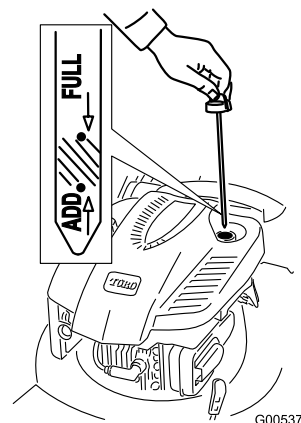

Figura 6
1. Togliete l'asta di livello (Figura 6).
2. Versate **lentamente** l'olio nel tubo di riempimento finché non raggiunge il segno di pieno sull'asta (Figura 6). **Non riempite troppo.** (Riempimento massimo: 0,59 litri, tipo: olio detergente SAE 30W)
1. Togliete l'asta di misurazione del livello dell'olio, asciugatela ed inseritela a fondo nel foro (Figura 6).
2. Rimuovete l'asta e controllate il livello dell'olio (Figura 6). Se il livello dell'olio è inferiore alla tacca Add sull'asta, versate **lentamente** dell'olio nel foro del bocchettone fino a portarne il livello alla tacca Full sull'asta. **Non riempite troppo.** (Riempimento massimo: 0,59 litri, tipo: olio detergente SAE 30W con service classification API SF, SG, SH, SJ, SL o superiore.)